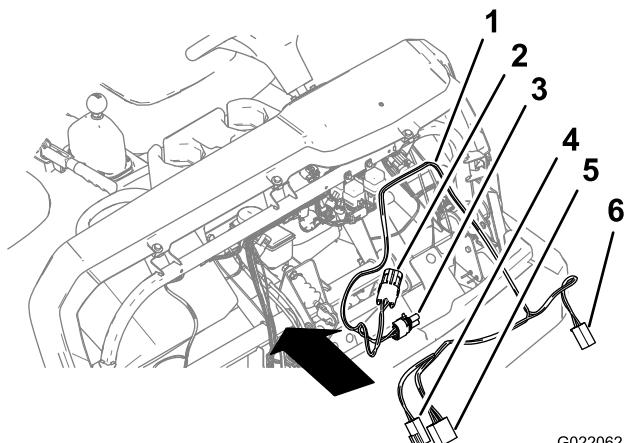

図 7
- インターラプタのワイヤハーネスを、図 7に示すように車両のシャーシに合わせて配設する。